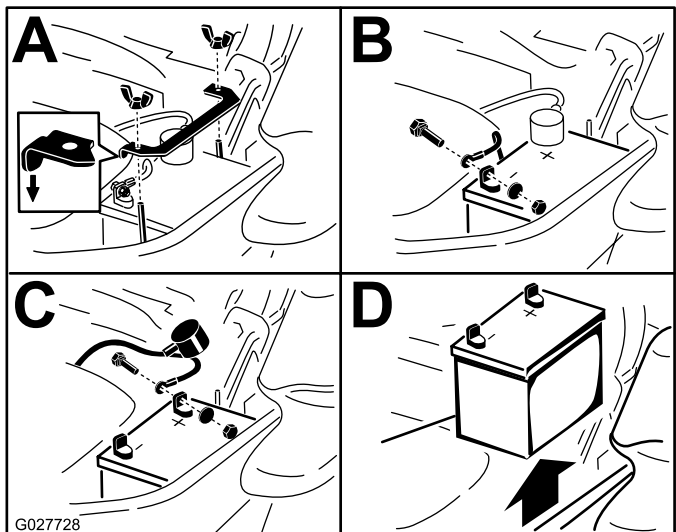

Figura 66
3. Retire la batería, según se muestra en Figura 66.